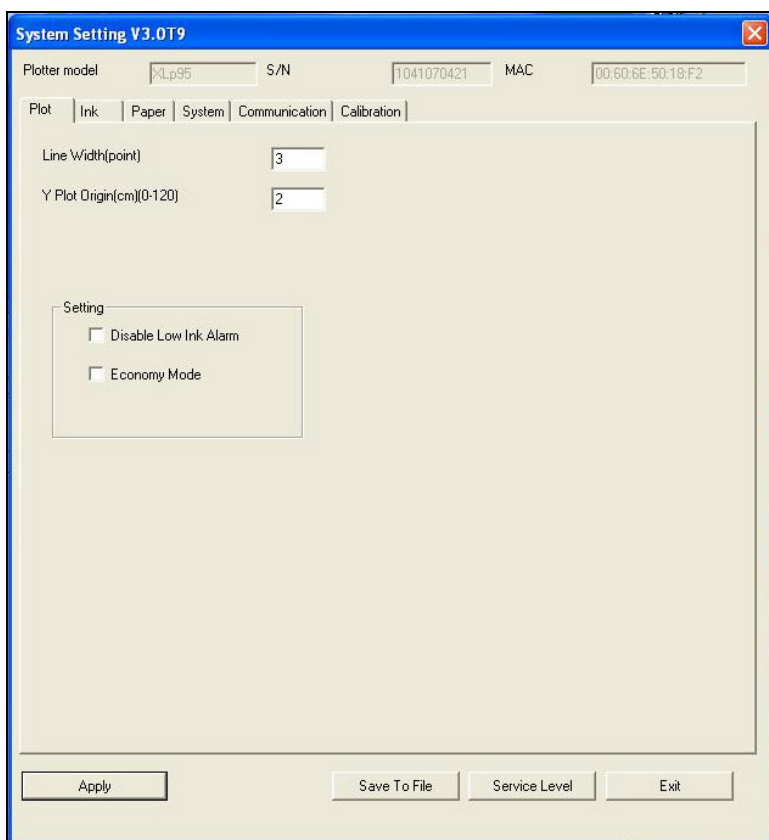

Figura 32. Ventana "System Setting" después de la configuración
16. La ventana de la Figura 32 aparecerá con fichas para otras configuraciones.